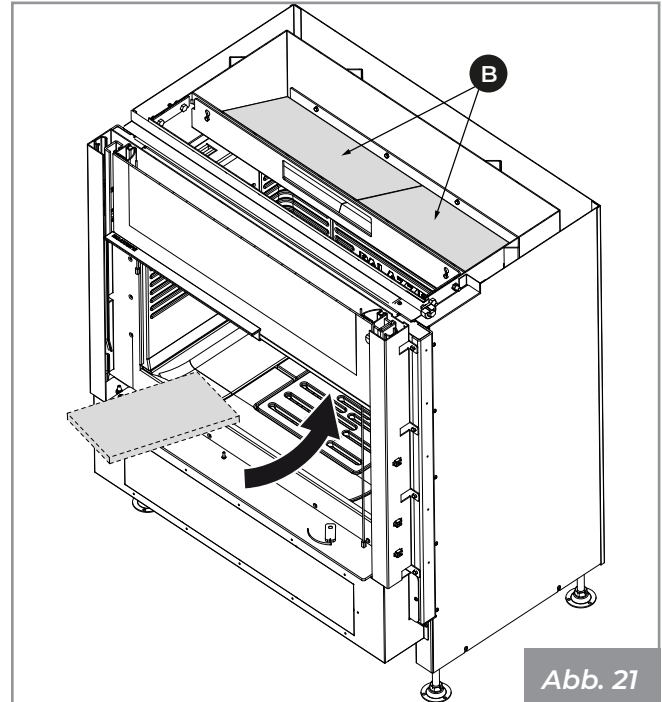

Abb. 21
- 6) Zum Schluss werden die Umlenkbleche (B) wieder angebracht. (Abb. 21)